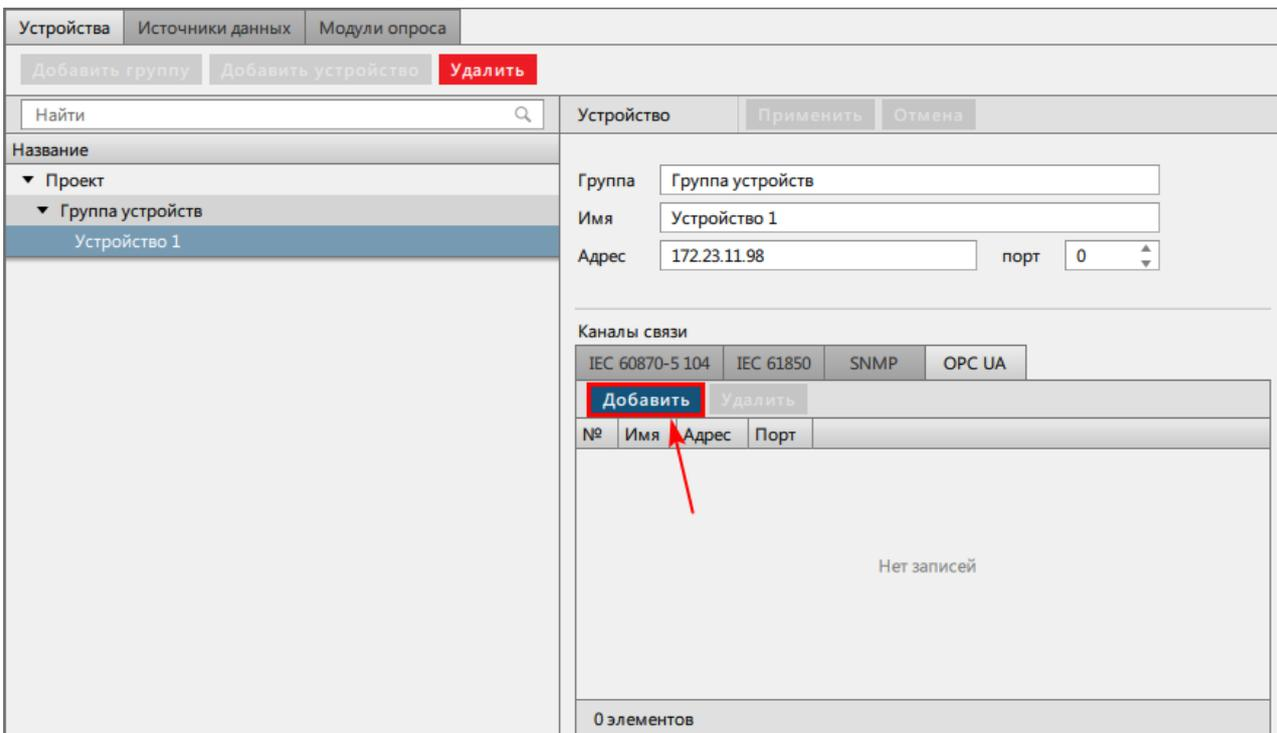

Рисунок 174 - Добавить каналы связи
5. Внутри устройства добавьте каналы связи для необходимого протокола передачи данных (Рисунок 174).